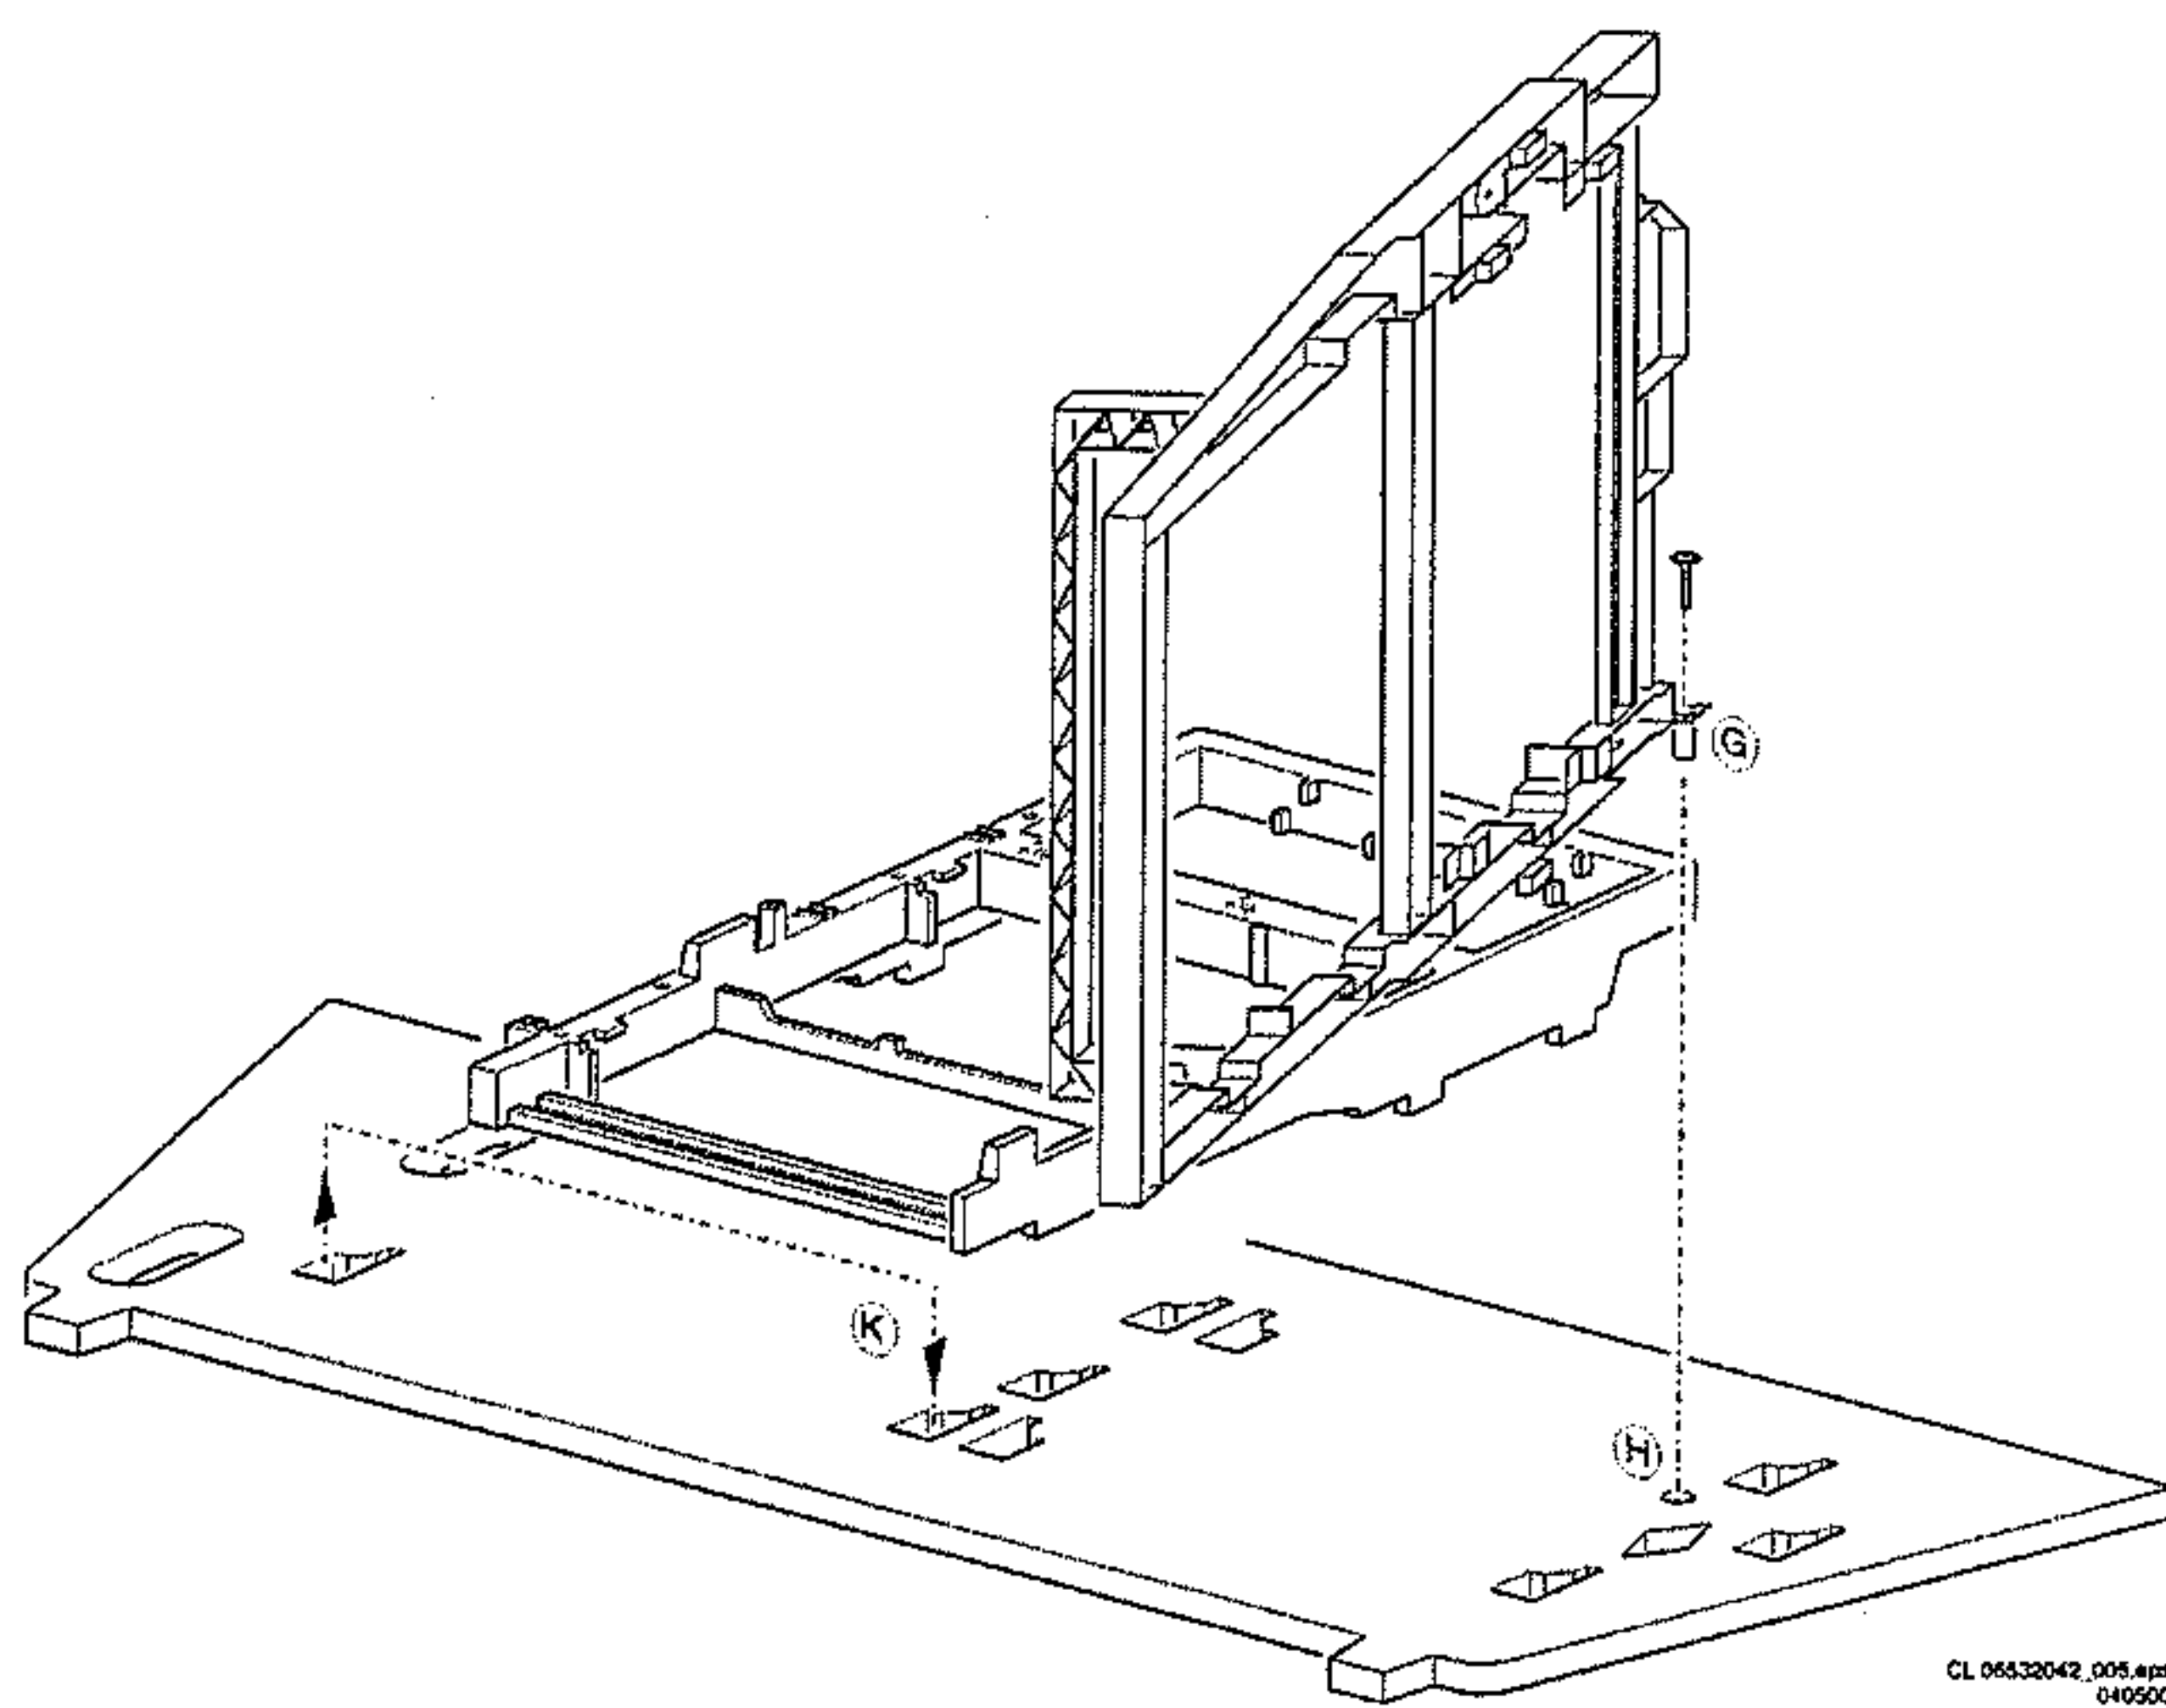

Abbildung 4-6
4. Drehen Sie die gesamte LSP-einheit um 90 Grad, so daß sich der Hakensprengring [G] in der Öffnung [H] befindet. Falls notwendig, kann diese Konstruktion mit Hilfe einer Schraube verstärkt werden (siehe Abbildung 4-6).